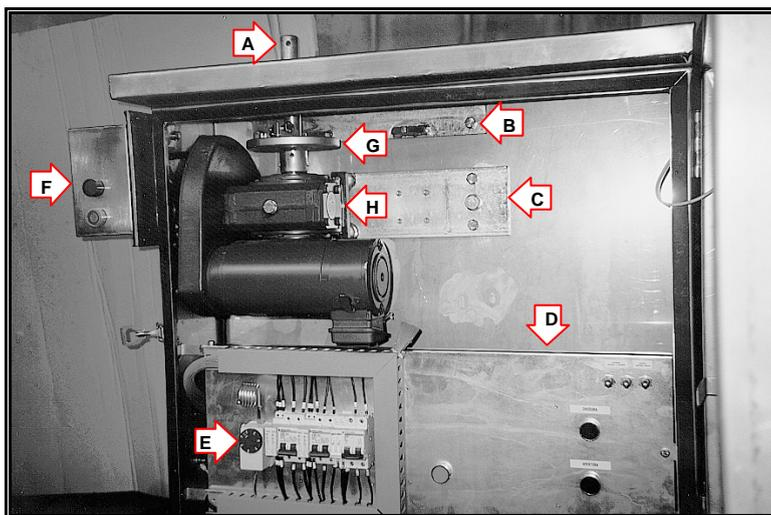

Fig.2.4
- A. Albero di trasmissione (Fig.2.4-A).
- B. Battute meccaniche (Fig.2.4-B).
- C. Staffa di sostegno del motoriduttore (Fig.2.4-C).
- D. Pannello di comando (Fig.2.4-D).
- E. Gruppo magnetotermici (Fig.2.4-E).
- F. Pulsante per la manovra manuale (Fig.2.4-F).